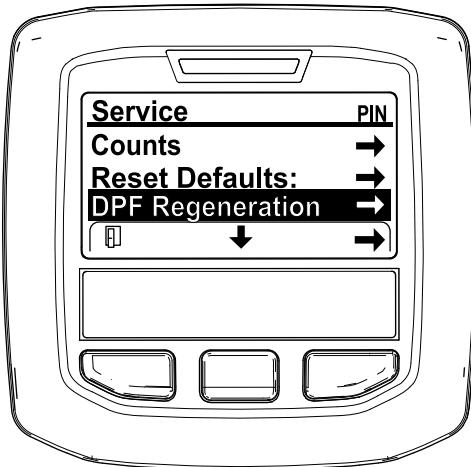

図 48
- 整備メニュー SERVICE MENU で、中央ボタンを押して DPF 再生 DPF REGENERATION へ移動し、右ボタンで DPF 再生 DPF REGENERATION を選択する 図 48。